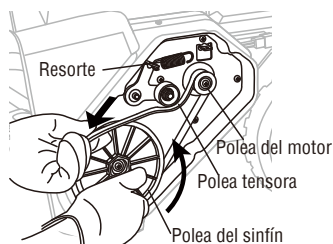

Fig.14B
2. Retire el resorte del gancho para liberar la tensión de la correa (Fig.14B).
4. Retire la correa de transmisión girando lentamente la polea del sinfín en sentido contrario a las agujas del reloj mientras tira de la correa hacia fuera (Fig. 14B).